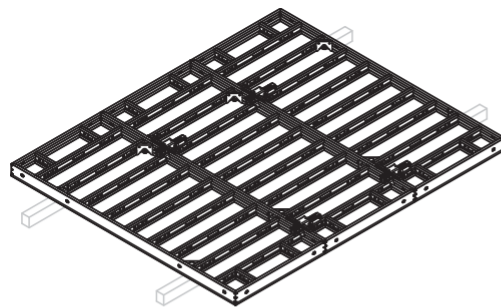

Fig. A2.01
1. Сглобете хоризонтално. (Fig. A2.01)